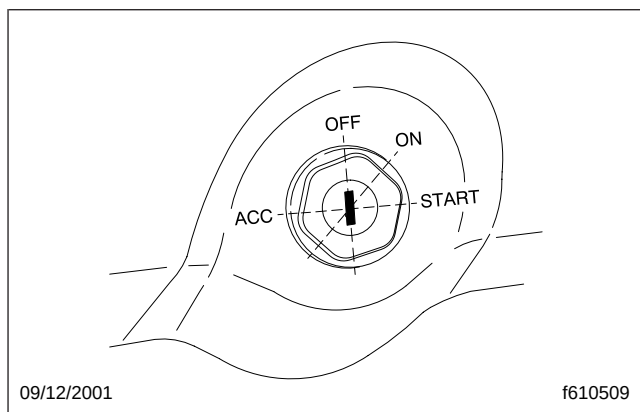

Figura 7.5, Posiciones del interruptor de ignición
4. Gire la llave de la ignición a la posición de encendido (ON) (Figura 7.5). Todos los medidores electrónicos de la ICU (unidad de control de instrumentos) hacen un recorrido completo de sus diales y vuelven a cero, las luces de advertencia e indicadores se iluminan, y el zumbador suena por tres segundos.
El calentador del aire de admisión se activa girando la llave de la ignición a la posición de encendido (ON) (Figura 7.5). Si el motor está a la temperatura normal, el indicador INTAKE HEATER se apaga después de dos segundos.
Gire la llave de la ignición a la posición de encendido (ON) (**Figura 7.5**). El calentador del aire de admisión se encenderá si la suma de la temperatura del líquido refrigerante y la del aire de entrada es inferior a 109 °F (25 °C). Espere hasta que el indicador del calentador de admisión se apague antes de intentar arrancar el motor.